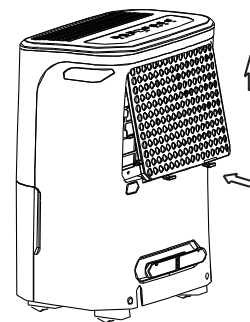

Fig. 10
- Insira o filtro de ar no aparelho de baixo para cima. Veja a Fig.10.